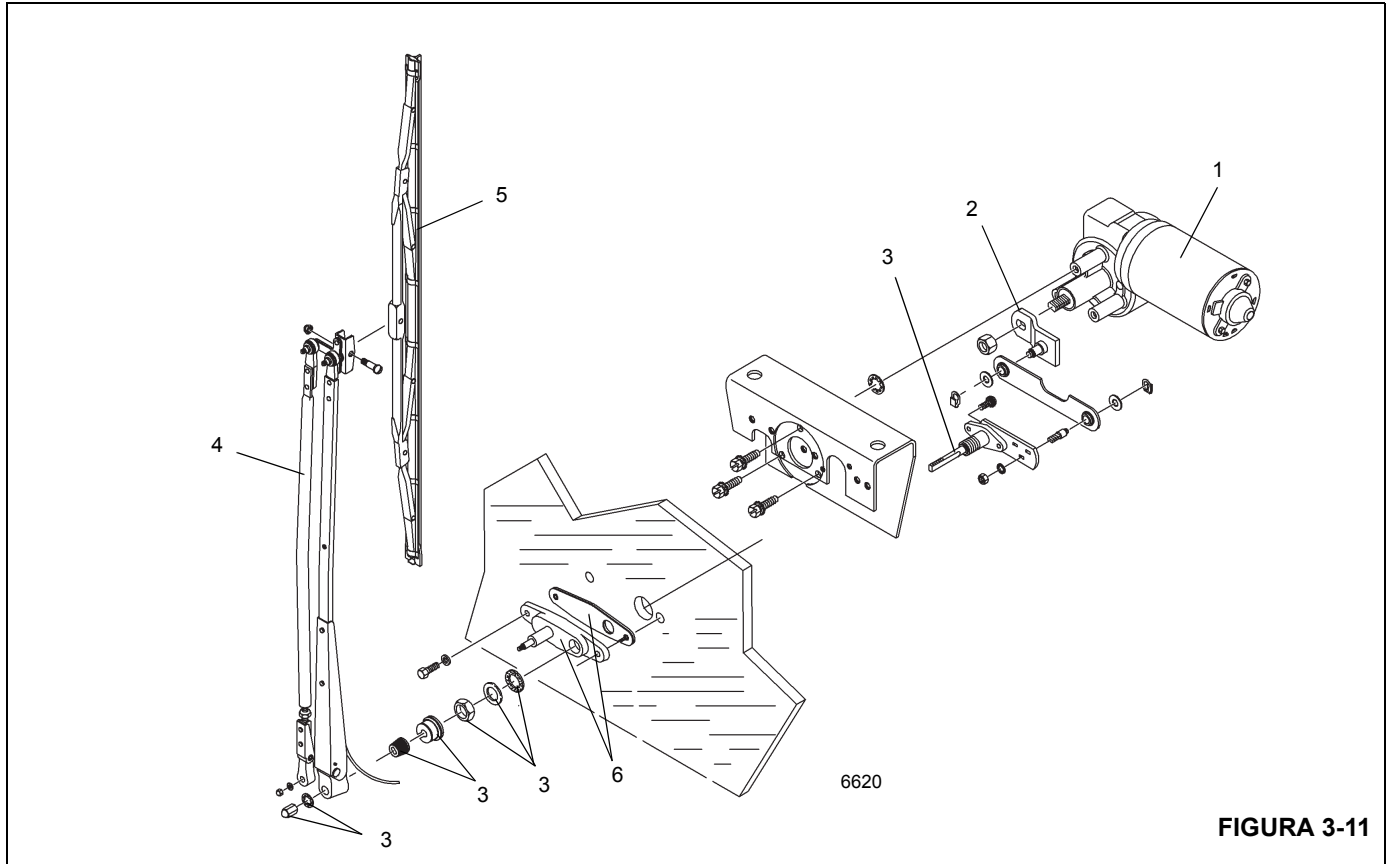

FIGURA 3-11
4. Desconecte a mangueira do lavador no braço do limpador (também chamado de conjunto do braço pantográfico) do conjunto da conexão do bico do lavador (Figura 3-11).